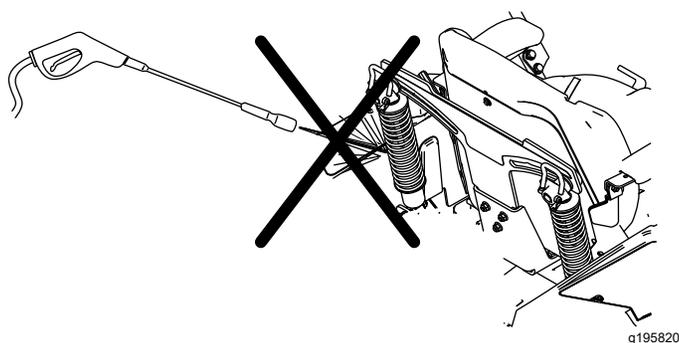

Figura 122
**Nota:** No limpie los conjuntos de amortiguador con agua a presión (Figura 122).